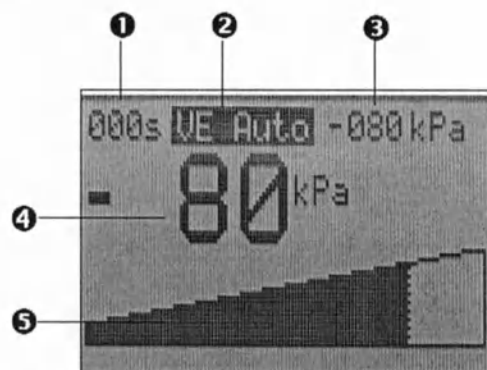

Рис.18. Вид дисплея после достижения конечного вакуума
- Достижение конечного вакуума обозначается с помощью звукового сигнала (длинный сигнал с одним коротким перерывом). Индикация времени 0 сек. (рис.18). Конечный вакуум сохраняется.
На дисплее через примерно 2 секунды можно видеть меню включения (рис.18, с.19).